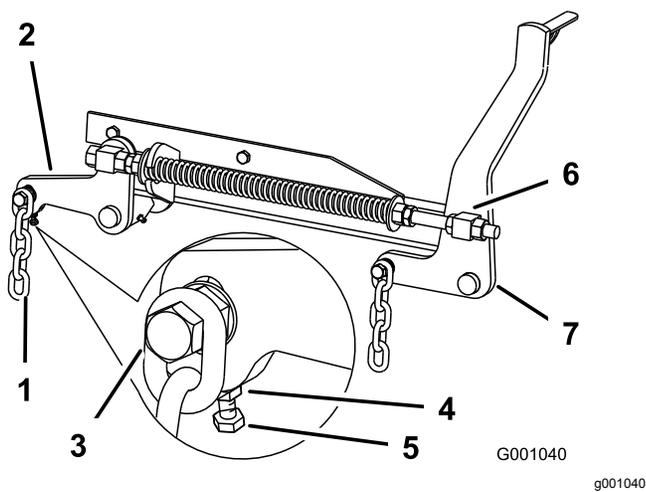

Bild 112
7. Wenn die Werte an den Stellen **B** oder **C** falsch sind, lösen Sie die Schraube, mit der die hintere Kette am hinteren Stützarm befestigt ist (Bild 112).
8. Lösen Sie die Klemmmutter unter dem hinteren Stützarm und stellen Sie die Einstellschraube so ein, dass Sie einen Wert von 80 mm bis 83 mm erhalten, siehe **Bild 112**.
7. Lösen Sie die Klemmmuttern des vorderen Drehzapfens, vorne am rechten und linken Drehzapfen, um ungefähr 13 mm (**Bild 112**).
8. Stellen Sie die Hubmutter auf der linken und rechten Seite der Maschine so ein, dass Sie vorne an Stelle **A** einen Wert erzielen, der um 6 mm bis 10 mm niedriger ist als hinten an Stelle **B** (**Bild 112**).